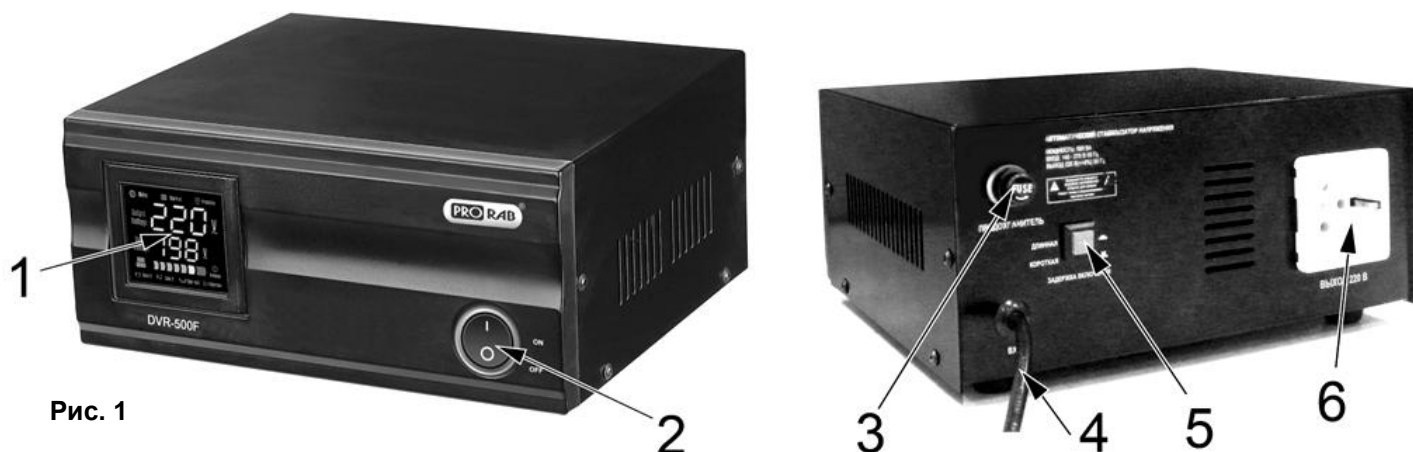

Рис. 1
- **Чтобы включить стабилизатор** - переведите клавишу выключателя (2)(См. Рис.1) в положение ВКЛ (ON).